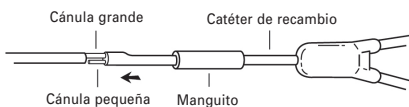

Fig. 3
3. El extremo del catéter de recambio tiene precargadas una cánula metálica pequeña (extremo corto) y una grande (extremo largo). Deslizar la cánula metálica grande ligeramente en el interior de la luz grande del catéter (Fig. 3).